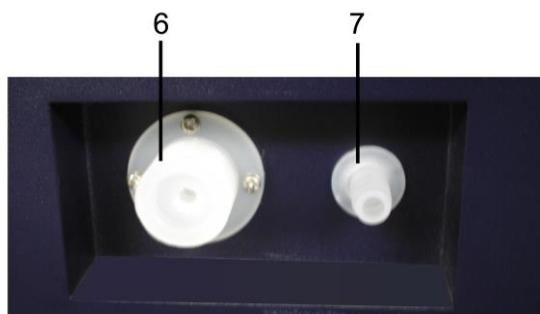

Fig. 2. Vista del lado izquierdo
3. Procedimientos de instalación: Vista del lado izquierdo (Fig. 2):